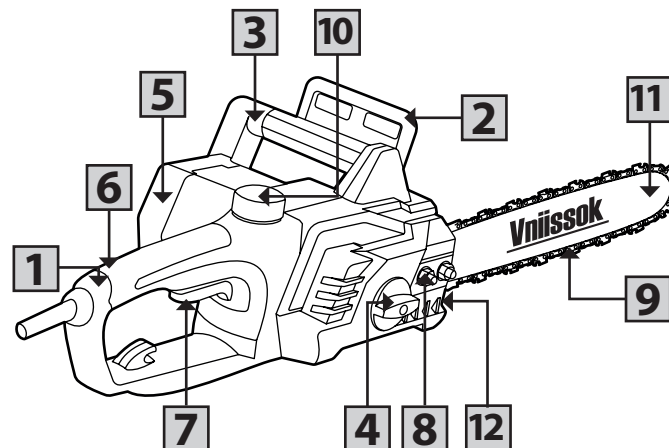

Рисунок 1.5
- Положите инструмент на ровную поверхность. Цепь «9» закрепите на пильной шине «11» (рисунок 1.5.). Обратите внимание на правильность направления движения цепи. Убедитесь, что направление цепи соответствует направлению установленного момента распиловки.
- Отверните пробку бака (рис.1.5. поз.10);